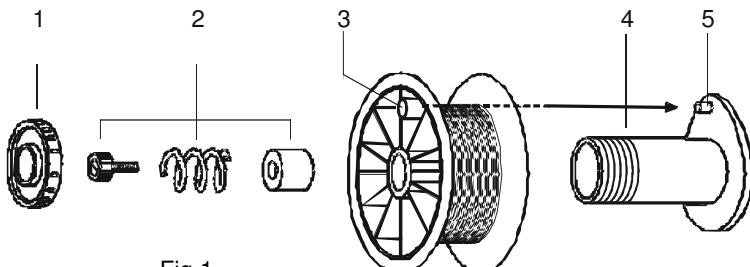

Fig.1
- Para aplicar a bobina sobre o desenrolador, desapertar a porca de sujeição (1-fig.1) e colocar a bobina de fio verificando se o orifício da bobina (3-fig.1) se aloja no pino (5-fig.1) do desenrolador (4-fig.1) para que o sistema de travagem (2-fig.1) se mantenha operativo. Depois de colocada a bobina apertar a porca de sujeição (1-fig.1).
- Seguidamente, deve regular-se o sistema de travagem da bobina ajustando o parafuso de regulação de travagem (2-fig.1) até se verificar que a bobina pára sem deslizamentos ao mesmo tempo que o motor-redutor.